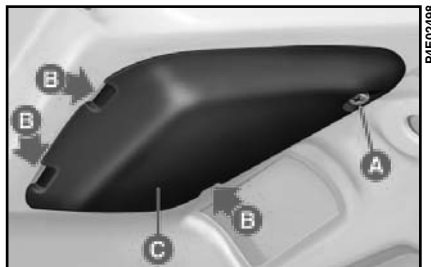

fig. 21
2) Slăbiți șurubul **A-fig. 21**, scoțând clemele **B** se poate îndepărta carcasa **C** poziționată în interiorul portbagajului;